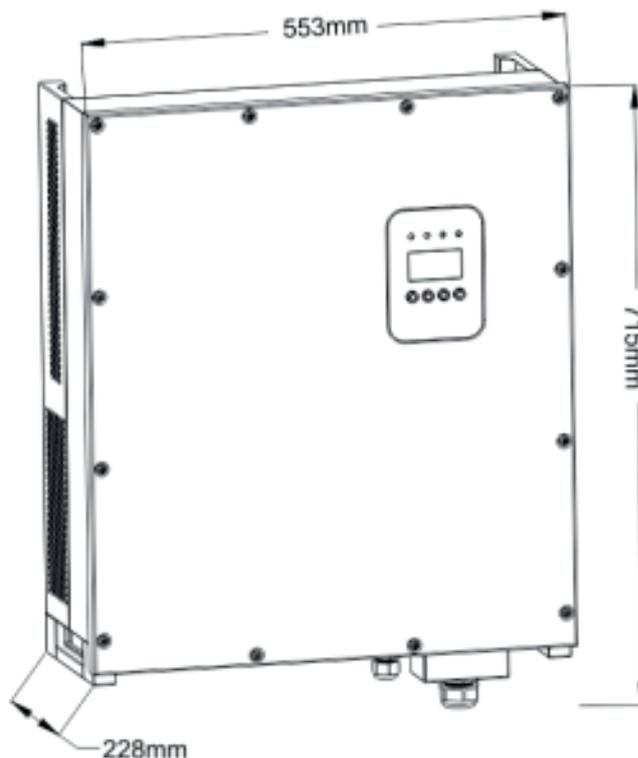

Рисунок 13 – Габаритне креслення інверторів
- ❖ При виборі місця установки необхідно враховувати габаритні розміри інверторів (рисунок 13).